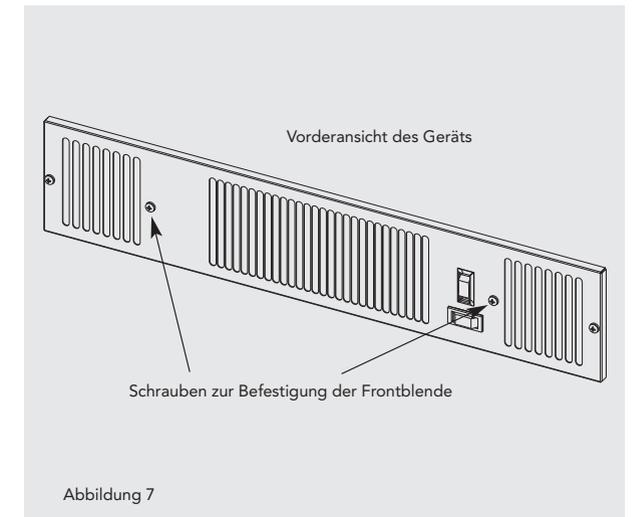

Abbildung 7
4. Befestigen Sie die Frontblende mit den beiden mitgelieferten Schrauben (verwenden Sie die kürzeren Schrauben). Siehe Abbildung 7.